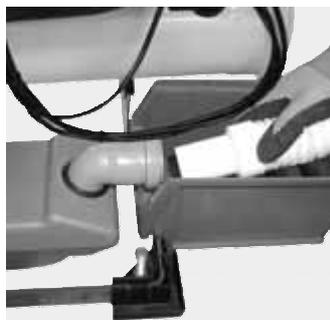

Fig. 5-6 Distacco del flessibile di collegamento
4. Collocare un recipiente di raccolta sotto il raccordo del flessibile. Staccare il flessibile di collegamento dal dispositivo di trattamento della condensa (fig. 5-6).
2. Fissare il flessibile di collegamento al dispositivo di trattamento della condensa (vedere fig. 5-6).